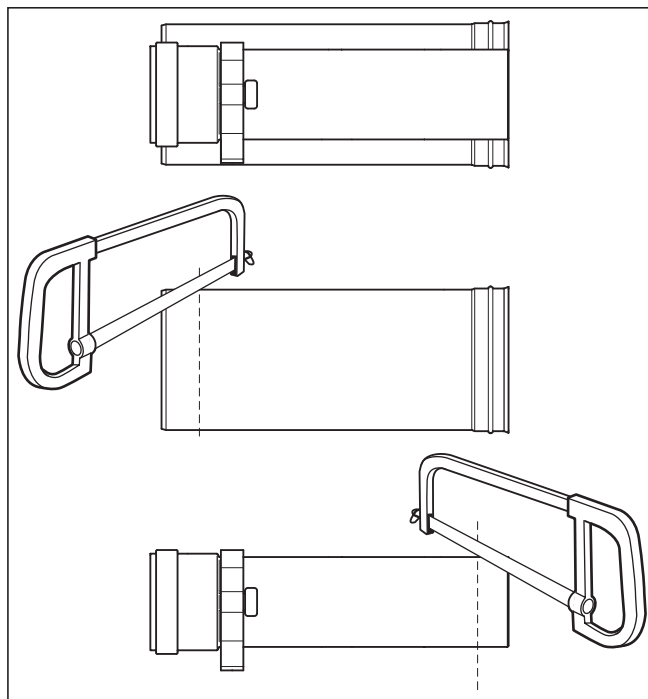

Fig. 6.28 Accorciamento della prolunga
**Accorciare il tubo fumi e il tubo esterno sul lato opposto dei manicotti (fig. 6.28).**
- Reinscrivere il tubo fumi nel tubo esterno, come indicato alla fig. 6.28.